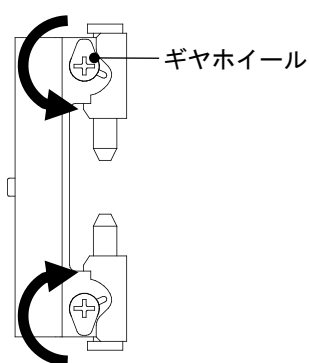

図2 蝶番ピンの外し方
1. 扉開角度を約90°に保ち、蝶番のギヤホイールを矢印の方向にドライバーで回し、蝶番ピンのはめあいを外してください。（図2）